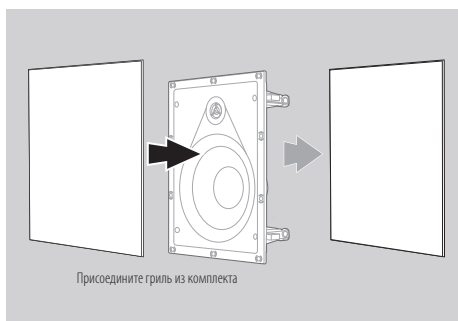

Рисунок 8
5. Установите решетку в динамик. (Рисунок 8)